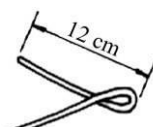

Figura 11
a) Doble el alambre para formar un enlace, con una extensión de 12 cm (Figura 11).